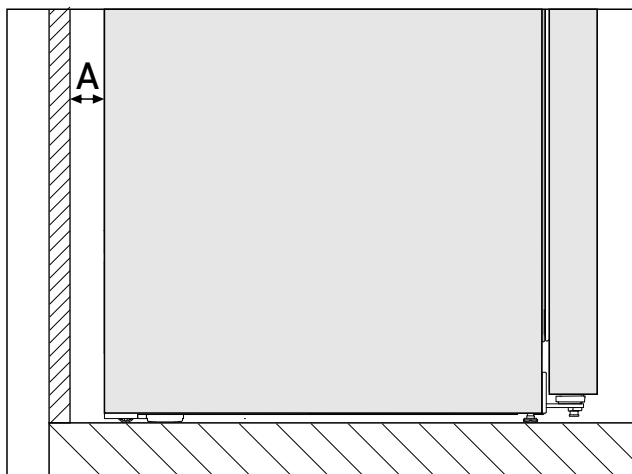

Fig. 3 \*
Потребление электроэнергии определено при расстоянии Fig. 3 (A) между задней стенкой устройства и стеной помещения. Если расстояние до стены меньше Fig. 3 (A), это никак не влияет на функционирование устройства. При меньшем расстоянии до стены возможно незначительное повышение потребления электроэнергии и образование конденсата на задней стенке устройства.\*